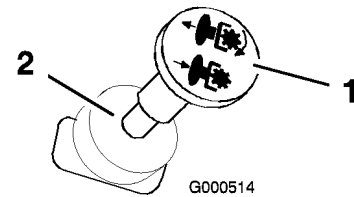

Figure 10
- Tirez sur la commande des lames pour engager les lames (Figure 10).
Poussez la commande de lames en position Désengagée pour désengager les lames (Figure 10).